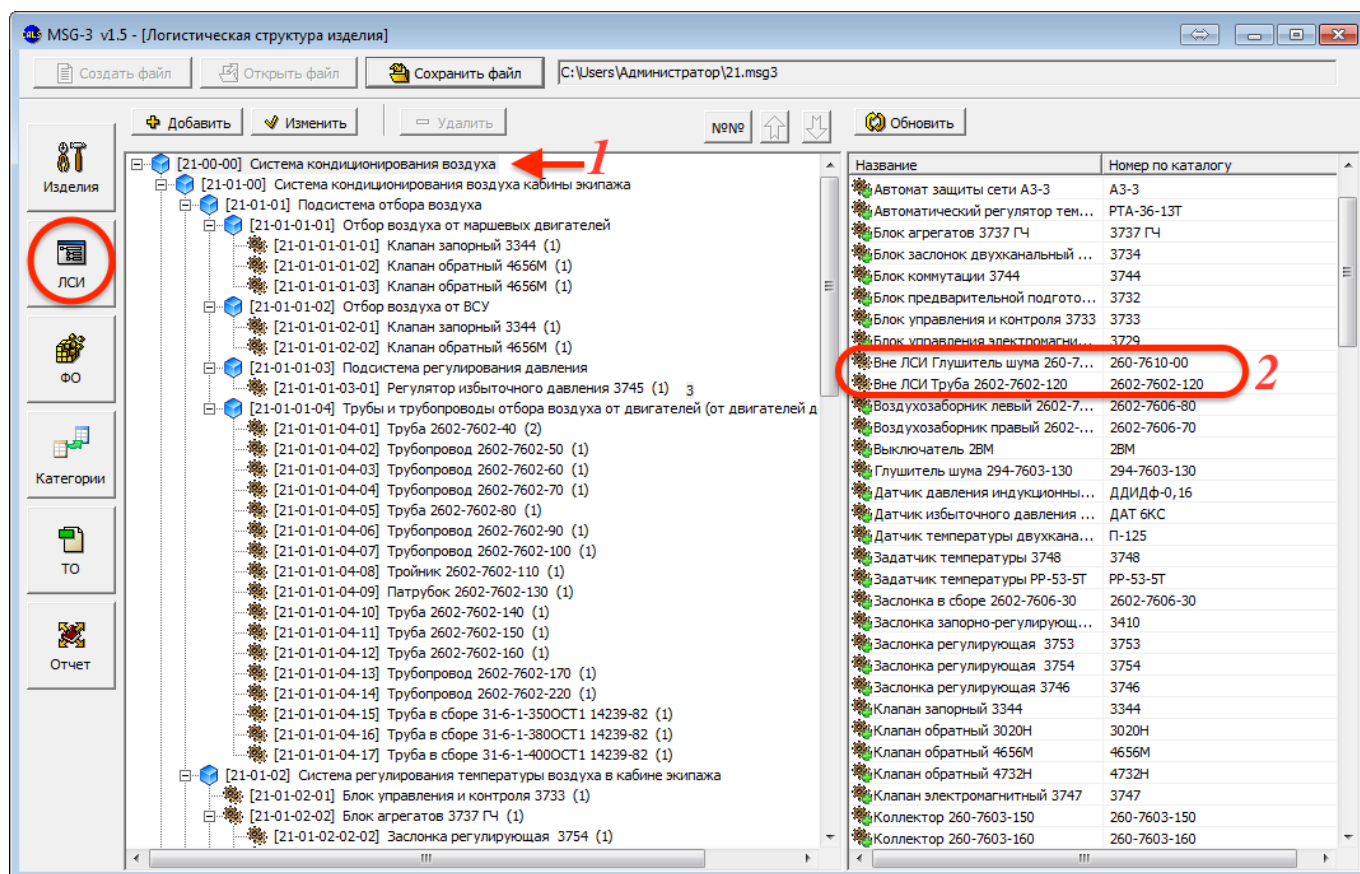

Рис. 11-49 – Та же ЛСИ система (1) и не входящие в нее компоненты (2) в рабочем окне «ЛСИ» программы «MSG3»
ЛСИ, созданную в программе «MSG3» (1 на рис. 11-49) и включает логистические элементы и компоненты.
-  – компонент, который не имеет связи с логистической структурой (2 на рис. 11-49);